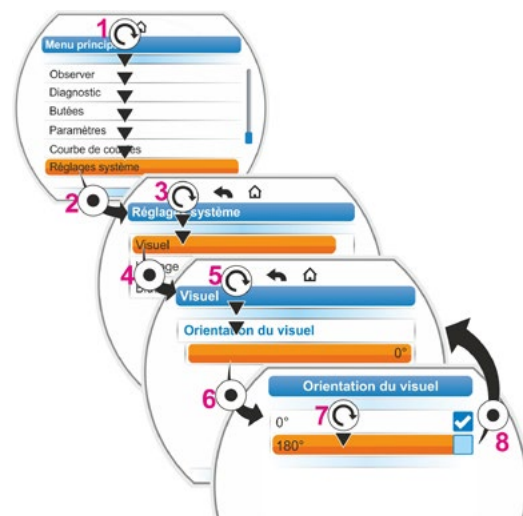

Fig. 2 : modifier l'orientation du visuel
1. Dans le menu principal, sélectionner « Réglages système » (Fig. 2, Pos. 1) et confirmer (Fig. 2, Pos. 2).